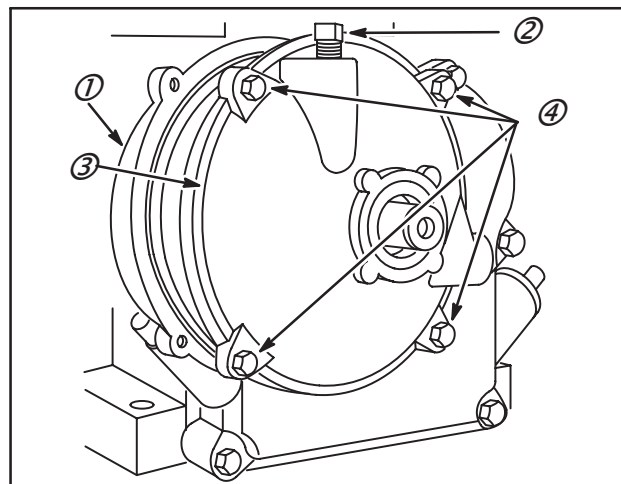

Fig. 26
2. Retirer le bouchon d'huile ventilé (2).
3. Desserrer les quatre vis de maintien du carter (4).
4. Désolidariser le flasque (3) du réducteur (1) pour vidanger ce dernier.
5. Après que le réducteur a été vidangé, enlever les vis et le flasque, Fig. 26.